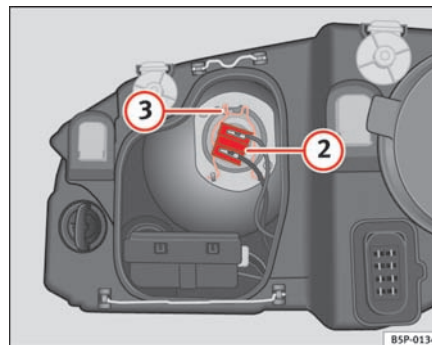

Fig. 188 Nærlys
- Tag stikket ⇒ side 256, fig. 188 ② af pæren.
- Tag fjederen ⇒ side 256, fig. 188 ③ af ved at trykke den ind og dreje den mod højre.